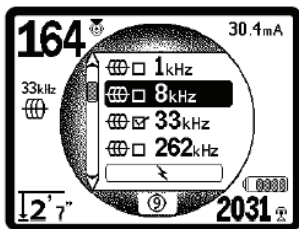

图15：高亮度显示所需的频率（8kHz）
2. 使用向上和向下菜单滚动浏览键来高亮度显示所需要的频率（参见图15）。在图例中，用户激活的是8kHz的频率。